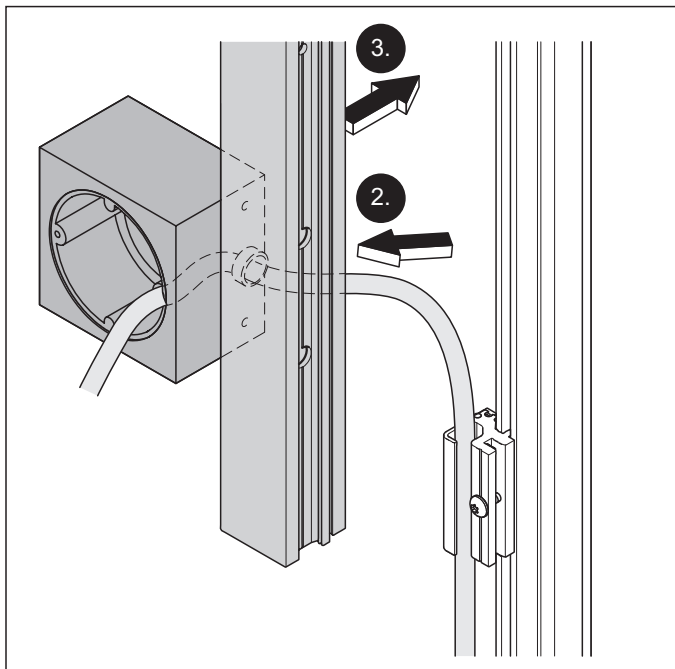

Abb. 14 Die Leitung durch das Deckprofil in das Elektromodul einführen und das Deckprofil für die Zarge befestigen
2. Die Leitung durch das Deckprofil für die Zarge in das Elektromodul führen (Abb. 14).